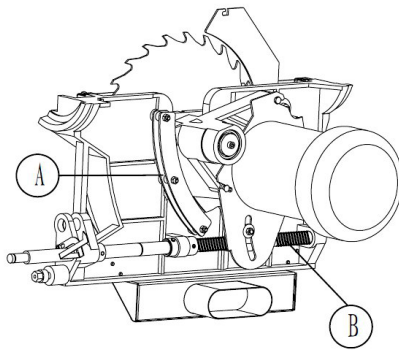

Abb. 25: Wichtige Schmierstellen
Schritt 4: Alle beweglichen Teile, insbesondere A, B (Abb. 25) regelmäßig (wöchentlich) schmieren. Alle Riemen und Riemenräder vor Verölung schützen!